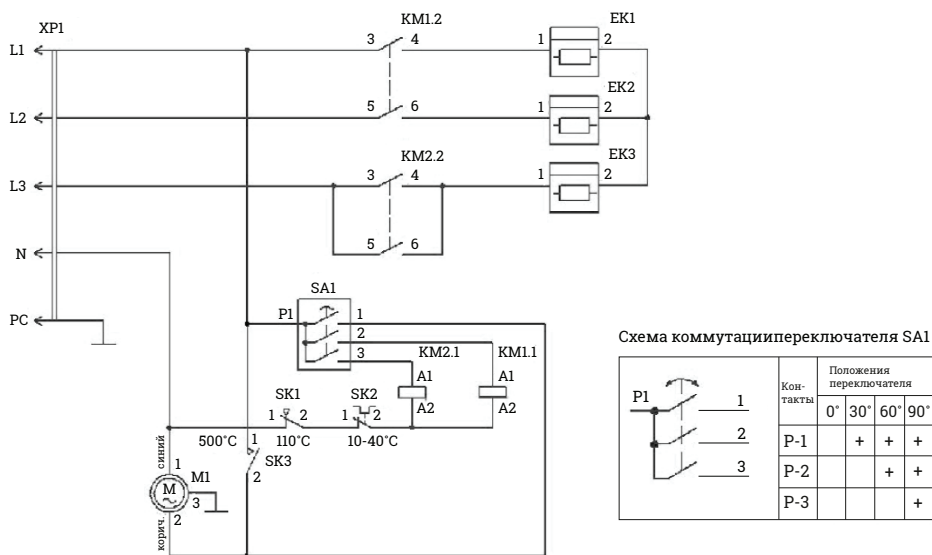

Рис. 3. Электрическая схема
3. Для защиты электропроводки от перегрузок подключение к стационарной электросети осуществляется через автоматический выключатель номиналом 16 А. Кабель питания и сетевую розетку подключить в соответствии со схемой подключения, представленной в приложении на рис. 3. Сечение жил кабеля питания должно быть не менее 1,5 кв. мм (для медной жилы).